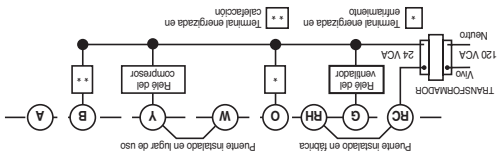

Figura 4. Conexión típica para sistemas de bomba de calor de un solo transformador y una sola etapa
• Sistemas de calor eléctricos o de bomba de calor de una sola etapa: Estos termostatos están configurados de fábrica para operar un sistema de aire forzado con combustible fósil (gas, aceite, etc.) de calor/frío. Está correctamente configurado para cualquier sistema que NO requiera que el termostato energice el ventilador en una llamada de calor. Si su sistema es un sistema eléctrico o de bomba de calor que REQUIERE que el termostato encienda el ventilador en una llamada de calor, retire el cable de puente amarillo instalado en fábrica de la terminal Y y conecte a la terminal A. Esto permitirá al ventilador iniciar el sistema de calefacción inmediatamente en una llamada de calor. Si no está seguro si el sistema de calefacción requiere que el termostato controle el ventilador, póngase en contacto con un servicio técnico de calefacción y aire acondicionado calificado. En el caso de aplicaciones de bomba de calor de una sola etapa (sin calor auxiliar), instale un cable de puente corto (no incluido) entre las terminales W y Y. Si el sistema tiene una conexión de válvula inversora energizada en frío, conecte a O. Si el sistema tiene una conexión de válvula inversora energizada en calor, conecte a B (vea la figura 4). Este termostato no proporcionará calefacción o enfriamiento multietapa.